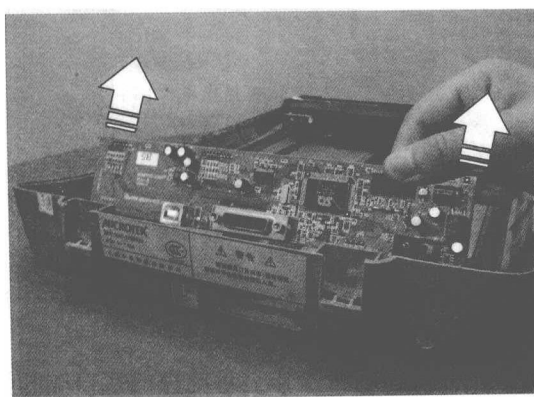

图 1-10 取出主控电路板
(8) 取下数据线以后，就可以将微处理器控制电路从扫描仪的卡槽中取下来，如图 1-10 所示。